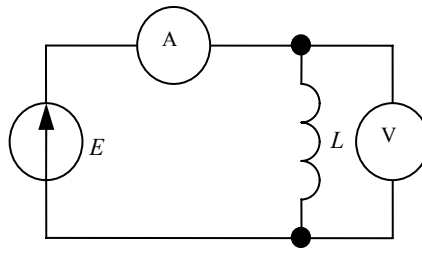

Рис. 2. Схема цепи для измерения полного сопротивления катушки
2. Определить полное и индуктивное сопротивления катушки, а также её индуктивность  $L$ . Для этого собрать схему согласно рис. 2. В качестве источника переменной ЭДС использовать генератор НЧ, установив частоту  $f = 1$  кГц и выходное напряжение 10 В. Измерить значения  $I_2$ ,  $U_2$ , рассчитать полное сопротивление катушки  $z = U_2/I_2$ , а также индуктивное сопротивление  $X_L$  и индуктивность катушки  $L$ , используя формулы:
4. Измерить ёмкость конденсатора. Для этого в схеме рис. 2 вместо катушки  $L$  включить конденсатор  $C$ . Измерить значения  $I_3$ ,  $U_3$ , вычислить  $X_C = U_3/I_3$ ,  $C = 1/2\pi f X_C$ , результаты внести в табл. 1.